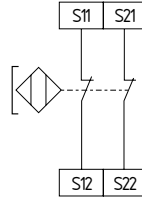

Fig. 5
- Fig. 5: Interruptor de posición final izquierda, con efecto parcial sobre el nivel de desconexión 1 (habilitaciones de seguridad 13-14, 23-24)